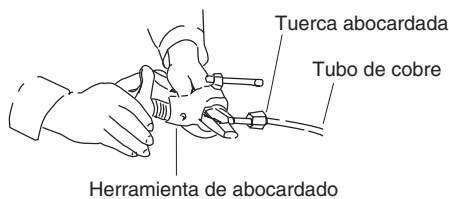

Fig. 5-3
- (3) Extraiga la tuerca abocardada de la unidad y asegúrese de montarla en el tubo de cobre.
- (4) Abocarde el extremo del tubo de cobre con una herramienta de abocardado. (Fig. 5-3)